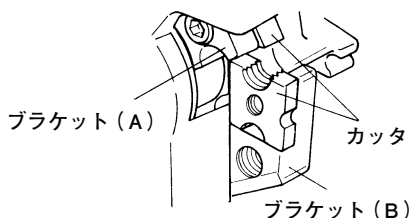

図 5
- (1) スイッチ引金を軽く引いて、ブラケット (A) を動かし、図5に示すようにカッタが開いた状態で停止させます。